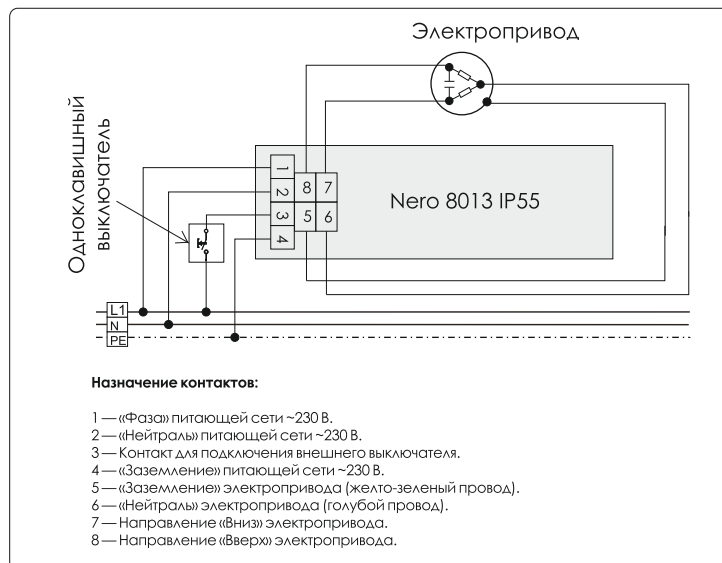

Рисунок 1 Подключение устройства Nero 8013 IP55 к электроприводу
- Выполнить подключение устройства в соответствии с рис. 1:
- ✓ ознакомиться с типовой схемой подключения (рис. 1);
- ✓ подключить провода к клеммнику на устройстве в соответствии со схемой на рис. 1;